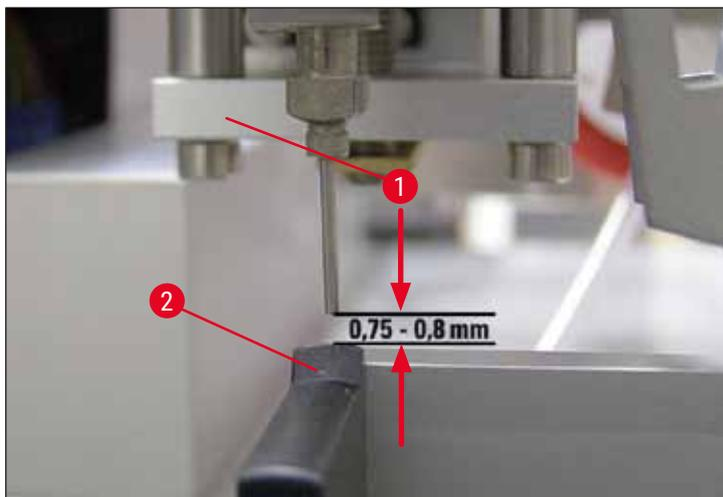

Рис. 16
8. Ещё раз проверьте отрегулированную высоту иглы дозатора визуальным осмотром с передней стороны (→ Рис. 16).